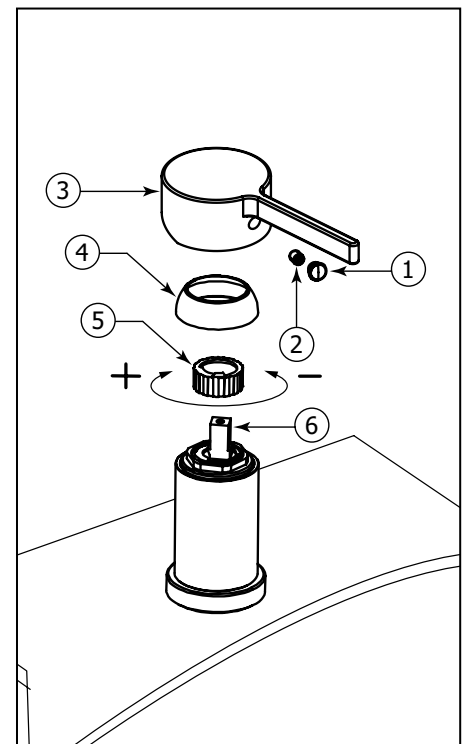

Fig.9
The highest temperature setting has been factory preset at 120°F (49 °C). However, the present temperature can be adjusted by following these steps: Remove the decorative cap (1), the set screw (2) and the handle (3) (fig.9). Pull out the dome cap (4) and the temperature stop ring (5) from the cartridge (6). Gradually rotate stop ring (5) to the left to lower the highest temperature setting or towards the right to increase it. Once the new setting has been adjusted, reassemble handle by reversing the steps.
La température maximale a été pré-réglée en usine à 120°F (49 °C). Cependant, cette température peut être ajustée en suivant ces étapes: Retirer le capuchon décoratif (1), la vis de retenue (2) et la poignée (3) (fig.9) Ensuite, retirer le capuchon en dôme (4) et l'anneau d'arrêt de température (5) de la cartouche (6). Tourner l'anneau (5) graduellement vers la gauche pour diminuer la température maximale et vers la droite pour l'augmenter. Une fois la température réglée, inverser les étapes pour réassembler la poignée.